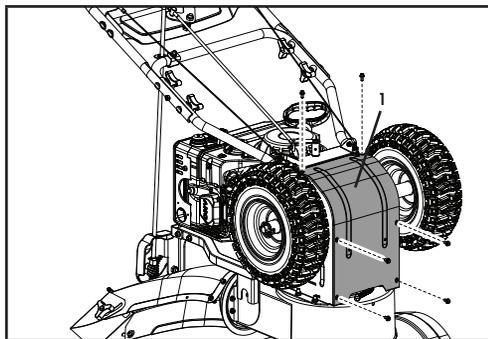

Figure 49A
2. Enlevez le couvercle de la base du châssis (1) du dessous de la souffleuse à neige en enlevant les 6 vis M6 x 16 qui le retiennent (figure 49A).